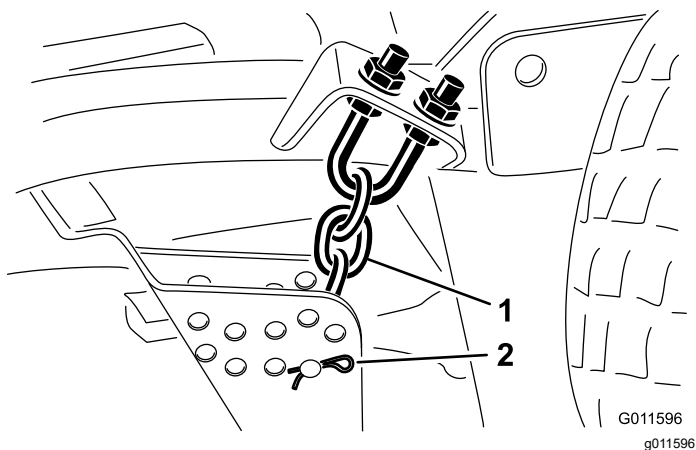

Figura 18
9. Togliete la coppiglia e il perno con testa che fissano le catene dell'altezza di taglio sul retro dell'apparato di taglio (Figura 18).